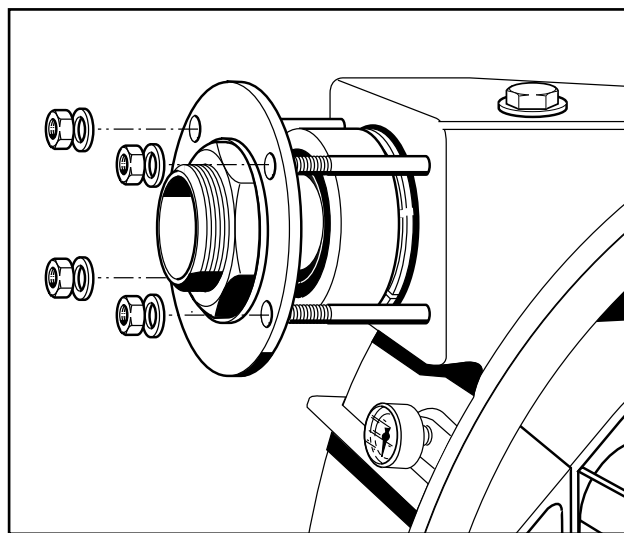

Fig. 14 Smontaggio del raccordo
5. Svitare i due raccordi completi di flangia di supporto e dadi esagonali dalla scatola della pompa (Fig. 14) ed estrarre i due raccordi dal tubo convogliatore.